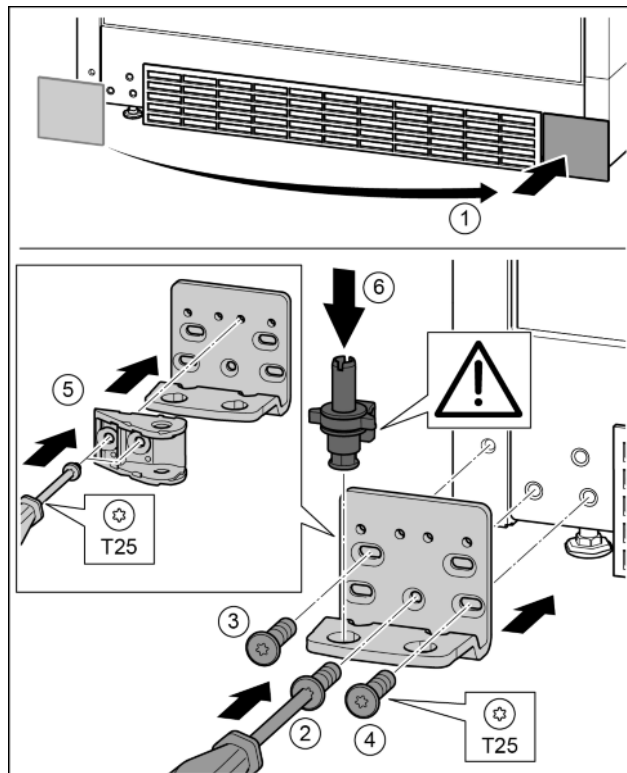

Fig. 31
- ▶ Zdjąć osłonę i założyć z drugiej strony. Fig. 31 (1)
- ▶ Płytkę zawiasu założyć z drugiej strony i przykręcić przy pomocy śrubokręta T25. Rozpocząć śruby 2 dolnej umieszczonej na środku. Fig. 31 (2)
- ▶ Dokręcić śrubę 3 i 4. Fig. 31 (3, 4)
- ▶ Połączenie amortyzatora zamykania obrócić o 180°. Przykręcić z drugiej strony płytkę zawiasu przy pomocy śrubokręta T25. Fig. 31 (5)
- ▶ Założyć cały sworzeń płytki zawiasu. Przy tym zwrócić uwagę, by krzywka zatraskowa wskazywała do tyłu. Fig. 31 (6)